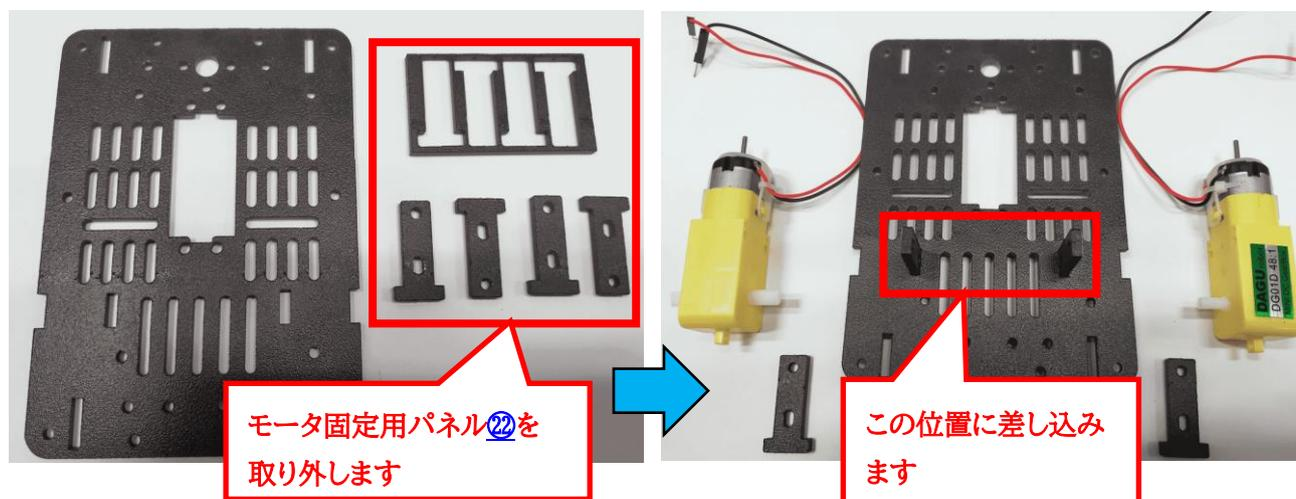

図 2-1 モータ固定用パネルの取り付け
JetBot フレームキット⑩からモータ固定用パネル⑫を取り外し、図 2-1 のようにプレート⑪に差し込んでモータをプレートに固定する位置を設定します。